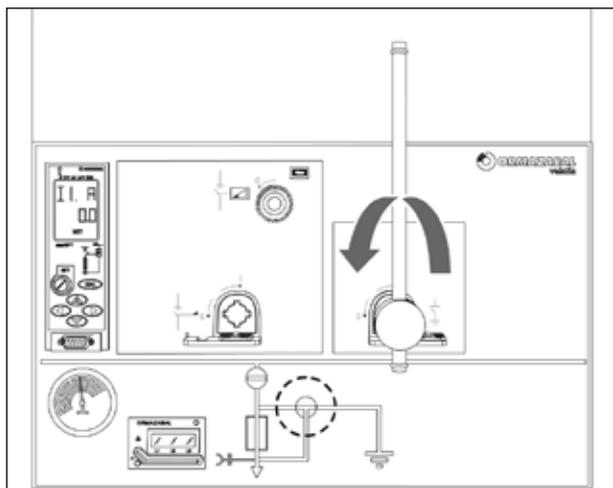

Рис. 5.41 Вращение рычага
1. Переведите выключатель-разъединитель в отключенное положение, повернув ручку отключения (h) в положение, показанное на «Рис. 5.41 Вращение рычага».